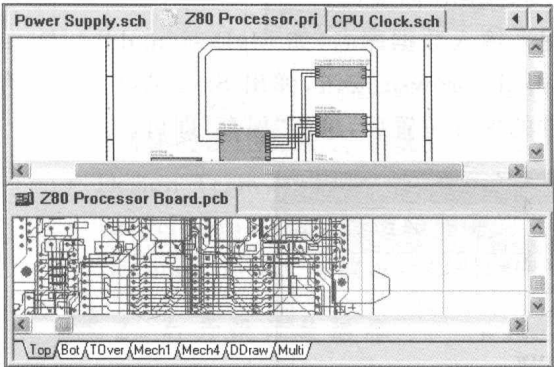

图 1-10 设计窗口的纵向拆分
- Split Vertical:纵向拆分窗口,执行命令后,在窗口中间出现一垂直平分线,使窗口被纵向拆分,纵向拆分的结果如图 1-10 所示。
- Split Horizontal:纵向拆分窗口,执行命令后,在窗口中间出现一水平分隔线,使窗口被纵向拆分,纵向拆分的结果如图 1-10 所示。